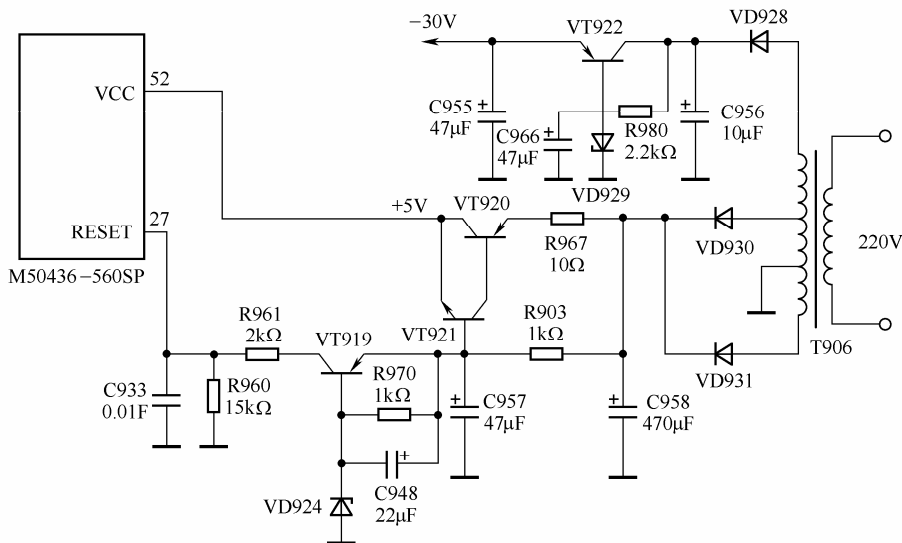

图 3-30 5V 供电与复位电路
M50436-560SP 的 5V 供电与复位电路如图 3-30 所示。要求在每次开机时，㉔脚电压的建立应滞后于电源供电端⑤脚至少 1ms 。